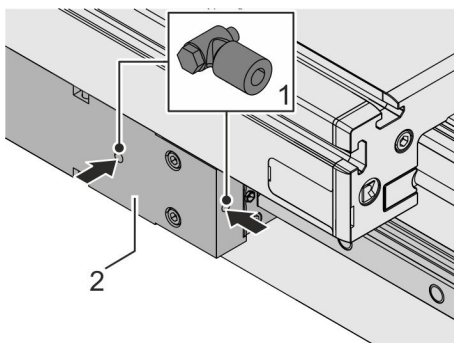

Abb. 43: Winkelanschluss einsetzen
Je nach Anforderung und Anwendungsfall wird dazu der Winkelanschluss (Abb. 43/1) auf der Halteplatte oder an der Seite der Halteplatte des Haltesystems (Abb. 43/2) montiert.
3. ➔ Winkelanschluss (Abb. 43/1) in die frei gewordene freie Bohrung am Haltesystem (Abb. 43/2) einsetzen und festziehen.